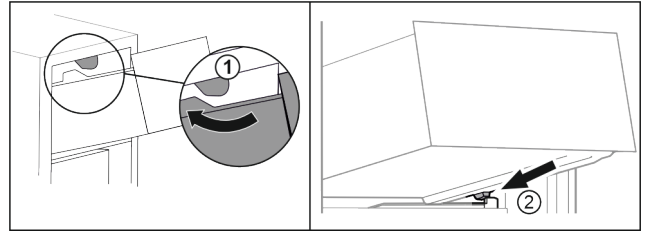

Fig. 21
- ▶ Обвести висувний ящик навколо верхнього стопора Fig. 21 (1).
- ▶ Встановити висувний ящик за нижніми стопорами на ребро для резервуару навкокси Fig. 21 (2).